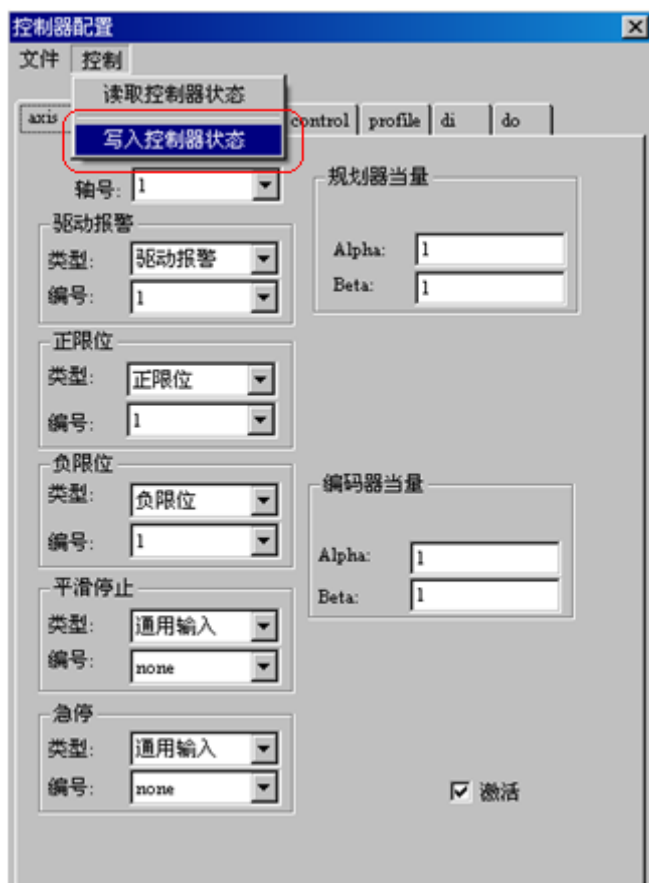

图 4-26 写入控制器状态
- (15) 检验配置是否成功:把配置写入控制器状态,如图 4-26 所示。
- (19) 检验配置是否成功：把配置写入控制器状态，如图 4-26 写入控制器状态所示。